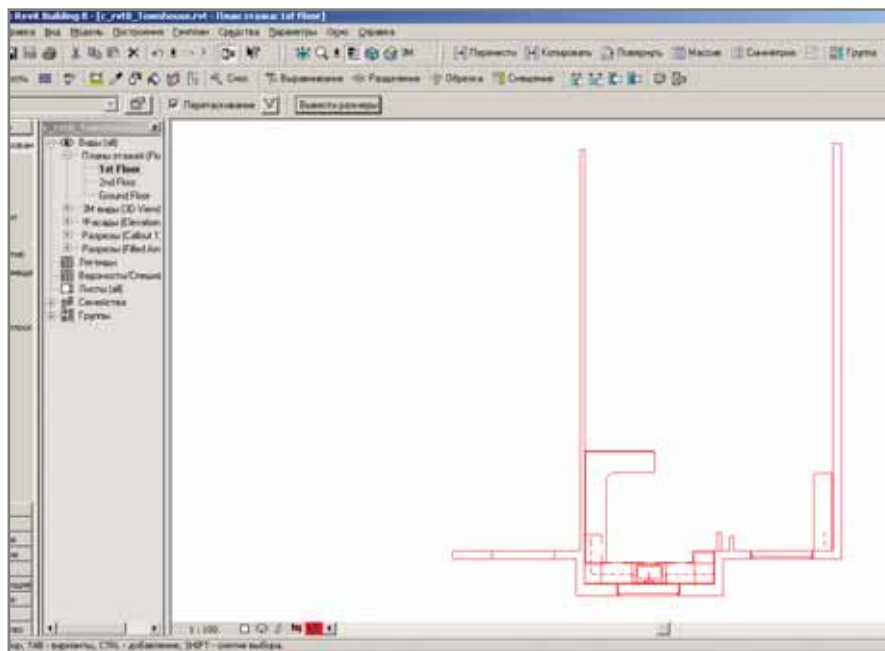

Рис. 10. Поэтажный план отображает только те объекты, которые нам необходимы
5. На нижней панели, которая расположена рядом с полосами прокрутки, щелкните по иконке с изображением солнцезащитных очков и в появившемся меню выберите команду *Изолировать объект* (*Isolate object*) (рис. 9). В результате на поэтажном плане будут отображаться только те объекты, которые нам нужны (рис. 10).